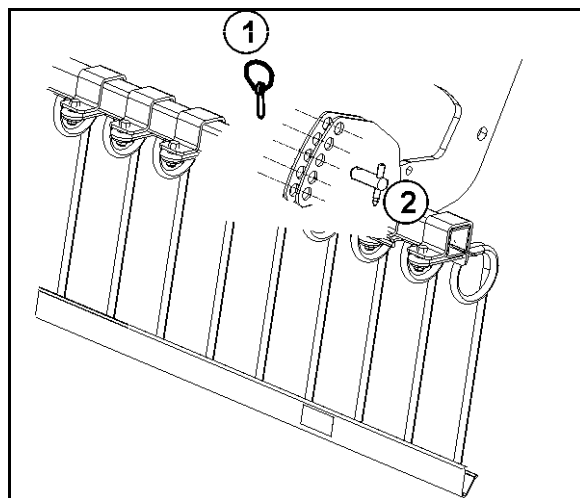

Bild 40
2. Lossa låssprinten (Bild 40/1).
3. Sätt inställningsbulten (Bild 40/2) i önskad position.